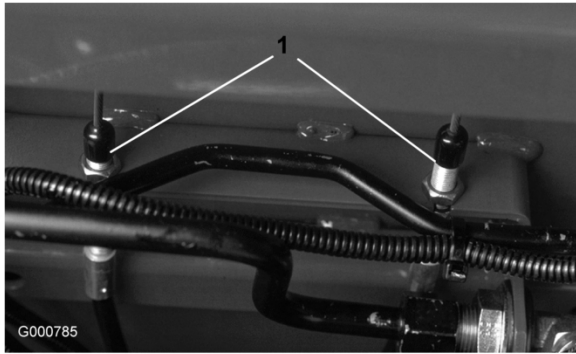

Figure 62
2. Pour réduire la garde aux pédales de frein, serrez les freins en desserrant l'écrou avant sur l'extrémité filetée du câble de frein (Figure 62). Serrez ensuite l'écrou arrière pour ramener le câble en arrière de façon à obtenir une garde aux pédales de frein de 1,25 à 2,5 cm. Resserrez